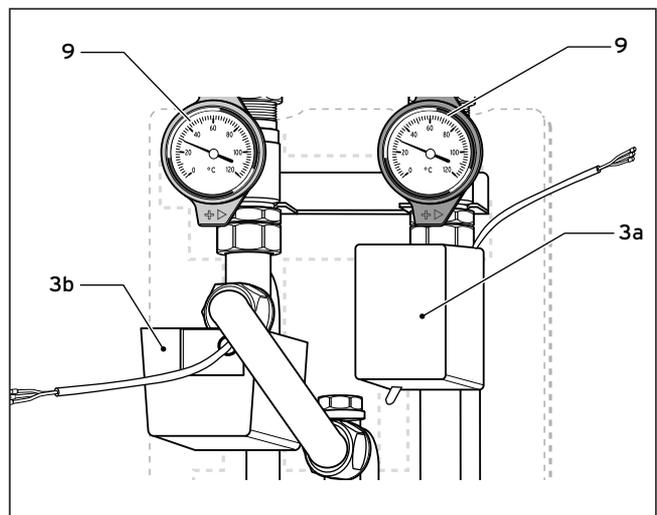

Abb. 3.1 Einbaulage der Ventile
- Absperrventile (9) Heizkreis-Vorlauf (2) und -Rücklauf (1) schließen.
- Neues Motorventil einsetzen (siehe Abb. 3.1 - achten Sie auf die richtige Einbaulage der Ventile!), festschrauben und Kabel anschließen.